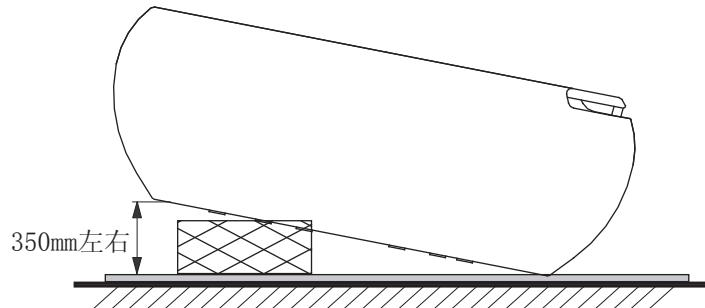

图1
③. 要求浴缸到地面位置不低于400mm(如图1)。
- * 注意: ①. 勿将泡沫中心位置以内的部分放到裙板裙板底部范围之内, 否则,